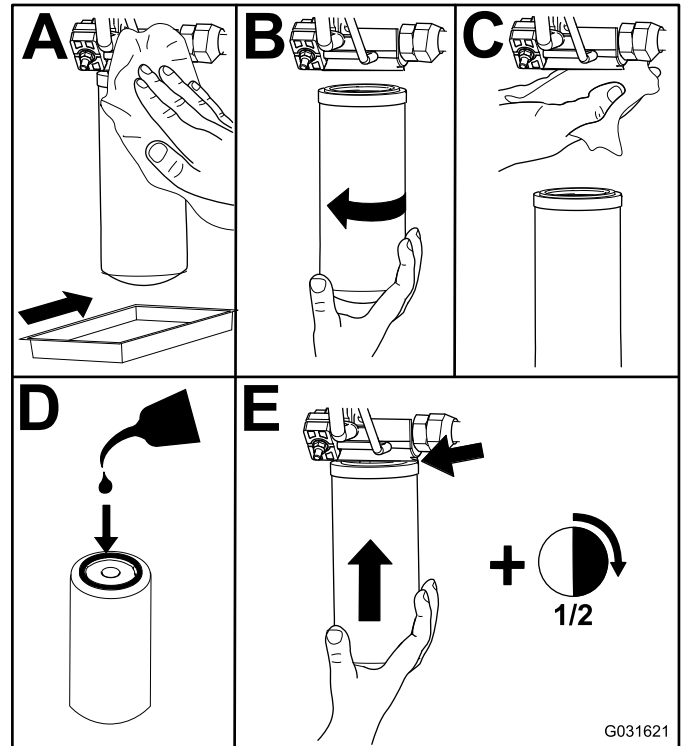

Bild 68
2. Wechseln Sie den Ladehydraulikfilter im Hydraulikhubraum aus, wie in Bild 68 abgebildet.
4. Tauschen Sie den Rücklauffilter an der rechten Seite der Maschine aus (Bild 68).